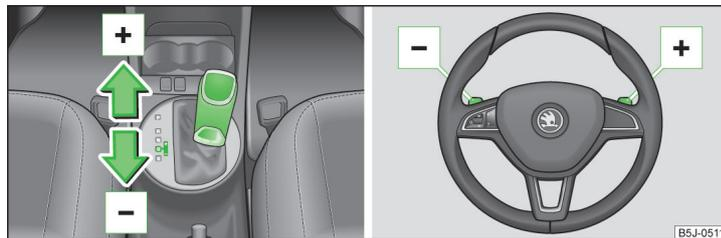

Abb. 106 Wählhebel / Multifunktionslenkrad
- › Den Wählhebel nach vorn  » Abb. 106 tippen.
- › Die rechte Schaltwippe  » Abb. 106 kurz zum Lenkrad ziehen.
- › Den Wählhebel nach hinten  » Abb. 106 tippen.
- › Die linke Schaltwippe  » Abb. 106 kurz zum Lenkrad ziehen.
› Eine der Schaltwippen  /  kurz zum Lenkrad » Abb. 106 ziehen.